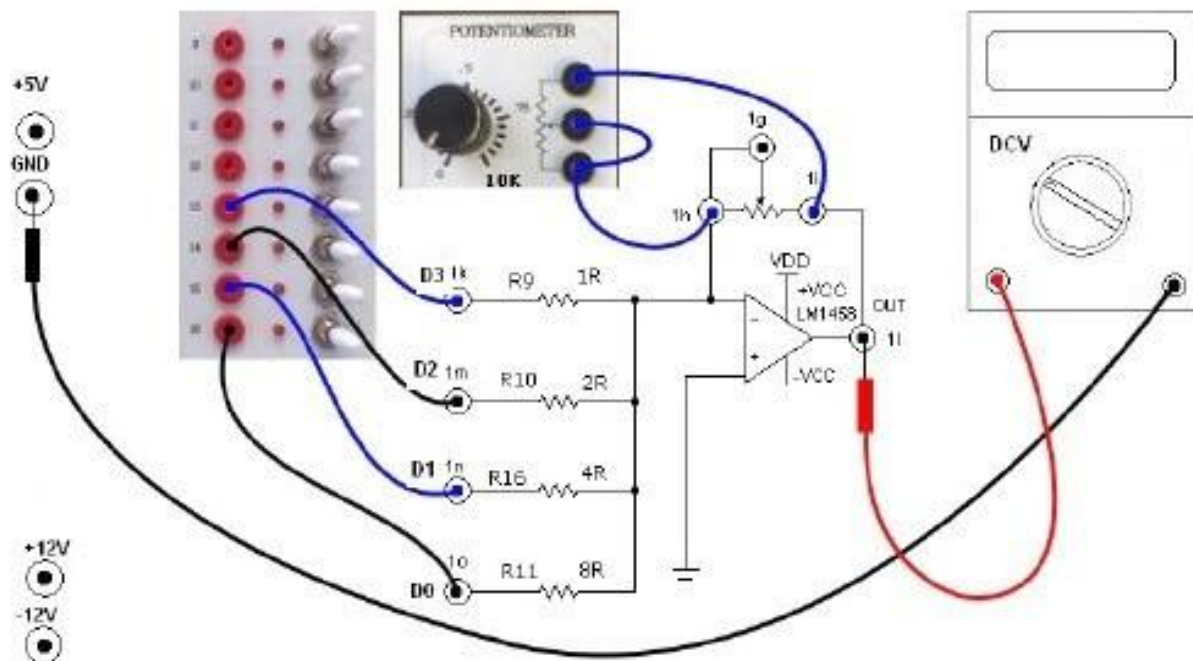

Figura 4: Conversor D/A com resistores ponderados – circuito experimental
1. Monte o circuito da figura 4.
2. Ajuste o potenciômetro em 8K e ligue-o no circuito da figura 4.